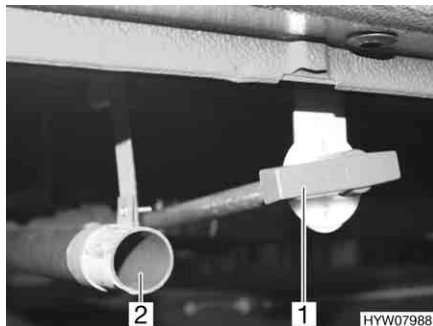

Fig. 60 Leva di comando e tubo di scarico del serbatoio delle acque grigie
La leva di comando (Fig. 60,1) per lo scarico delle acque grigie è installata accanto al tubo di scarico (Fig. 60,2) sul lato sinistro del veicolo.
- Fissare il tubo di gomma per lo scarico (accessorio opzionale) al tubo di scarico (Fig. 60,2).
- Aprire il rubinetto di scarico. A questo scopo ruotare la leva di comando (Fig. 60,1) del rubinetto di scarico di un quarto di giro. Le acque grigie vengono scaricate.
- Dopo la completa fuoriuscita delle acque grigie, richiudere il rubinetto di scarico. A questo scopo ruotare la leva di comando (Fig. 60,1) del rubinetto di scarico di un quarto di giro.